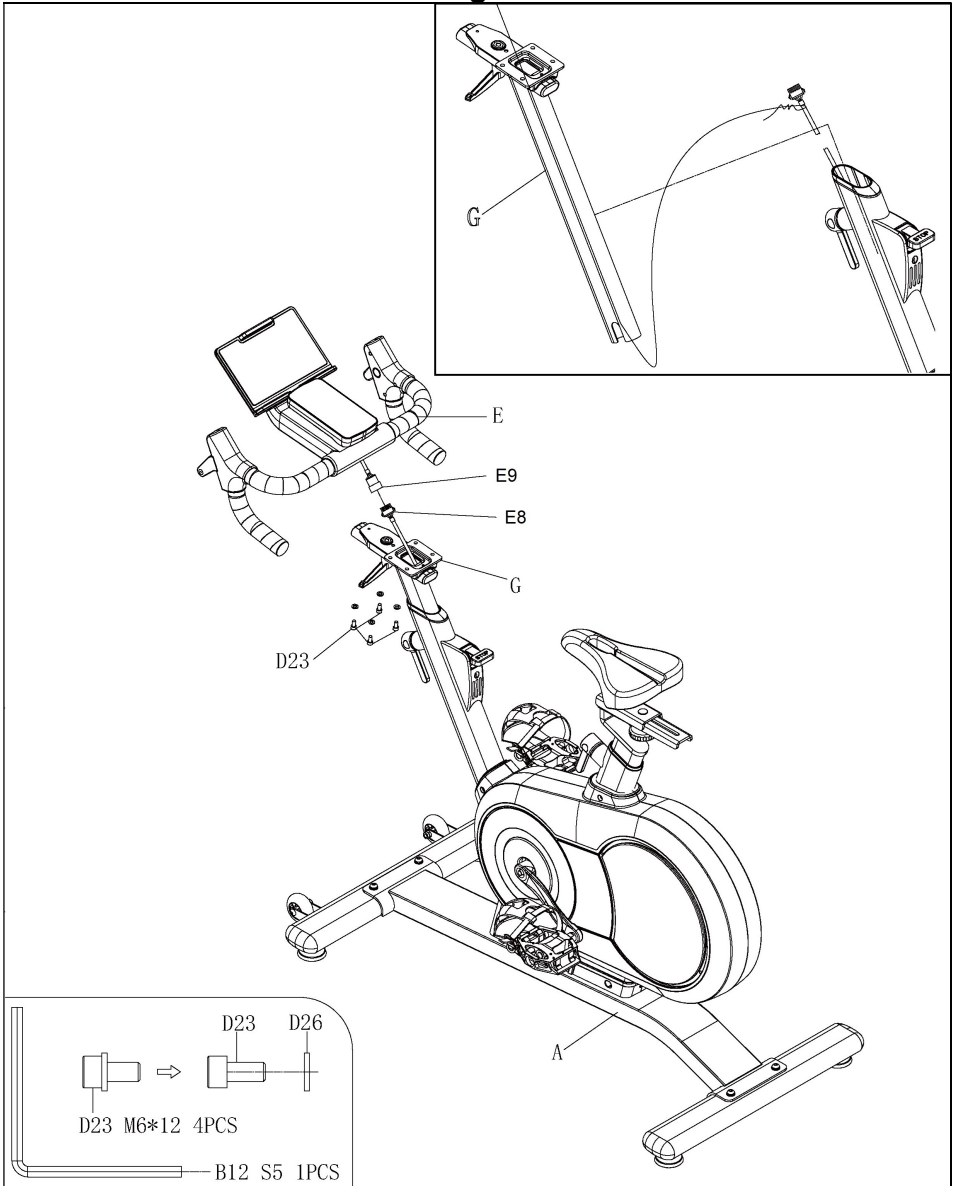

Fig.5
Afloje un poco el pomo (B02) en sentido contrario a las agujas del reloj. Posicione el manillar (E) a la distancia cómoda de realizar el ejercicio y vuelva a apretar el pomo (B02) fuertemente en el sentido de las agujas del reloj, Fig.5.
Afloje un poco el pomo (B02) de apriete de tija (A03) en sentido contrario a las agujas del reloj, coloque el sillín a la altura adecuada para realizar el ejercicio y vuelva a apretar fuertemente el pomo (B02) en el sentido de las agujas del reloj, Fig.5. Manténgase dentro de las referencias.